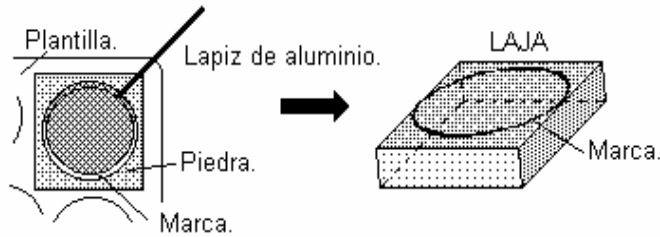

Figura 9: Rayado de la laja de piedra.
2.- Se realiza el rayado de la piedra tratando de aprovechar al máximo la forma de la roca, luego esta es rayada con un lápiz de aluminio, y con una pluma se vuelve a rayar para que permanezca visible la forma, este proceso se hace auxiliándose de una plantilla de metal o plástico, con formas predeterminadas, para el caso de esta piedra se eligió un círculo, pues la *laja* no presentaba fracturas ni exfoliaciones (**Figura 9**).